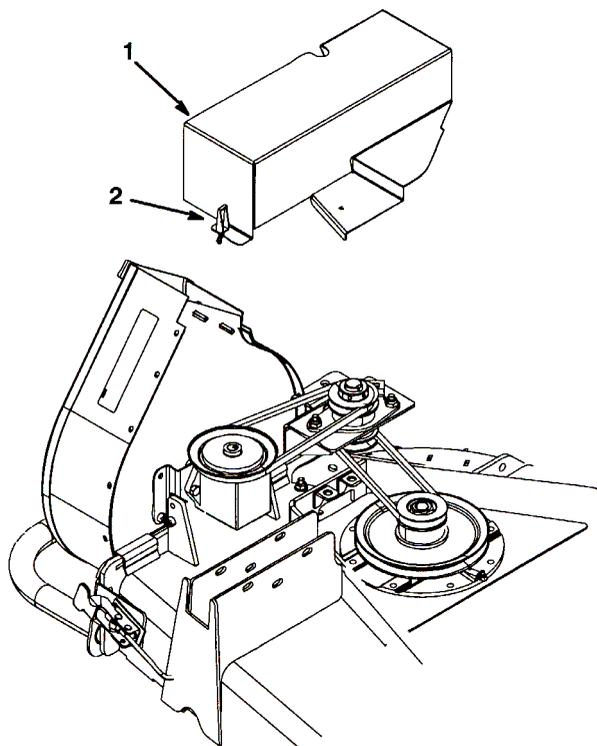

図17
27. ベルト・カバーを取り付け、ラッチを掛ける (図17)。